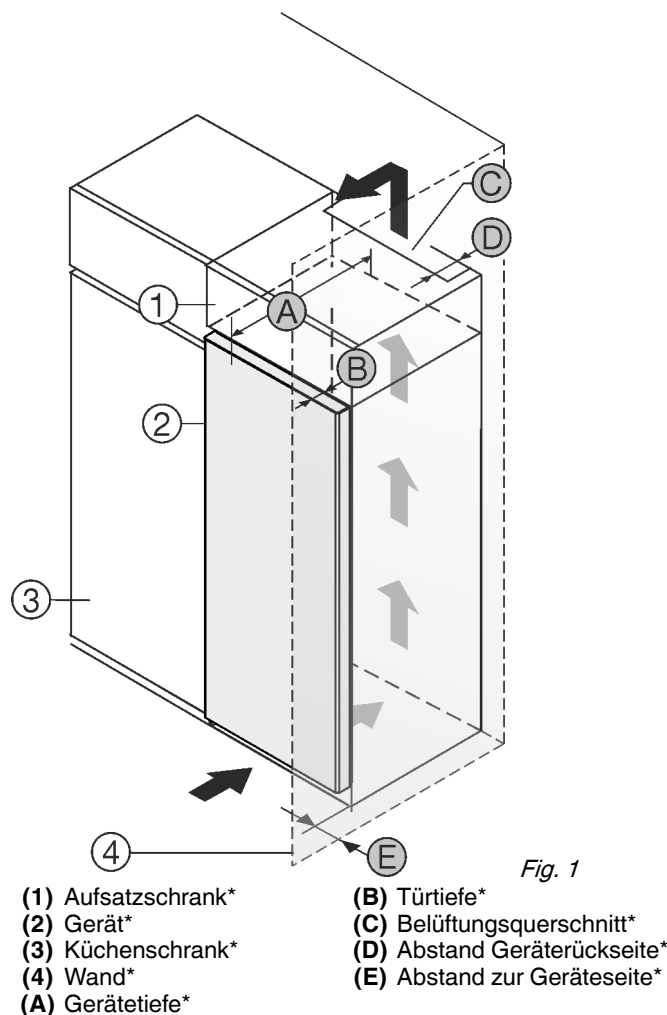

Fig. 1
Gerät direkt neben dem Küchenschrank Fig. 1 (3) aufstellen.
An der Rückseite des Aufsatzschrankes muss ein Abluftschacht mit der Tiefe Fig. 1 (D) über die gesamte Aufsatzschrankbreite vorhanden sein.
Unter der Raumdecke muss der Entlüftungsquerschnitt Fig. 1 (C) eingehalten werden.
Wenn das Gerät mit den Scharnieren neben einer Wand *Fig. 1 (4)* aufgestellt wird, muss der Abstand zwischen Gerät und Wand mindestens 13 mm betragen.
Um die Türe vollständig öffnen zu können, muss Gerät um die Türtiefe *Fig. 1 (B)* gegenüber der Küchenschrankfront vorstehen. Abhängig von der Tiefe der Küchenschränke *Fig. 1 (3)* und Verwendung von Wandabstandshaltern kann das Gerät weiter herausragen.